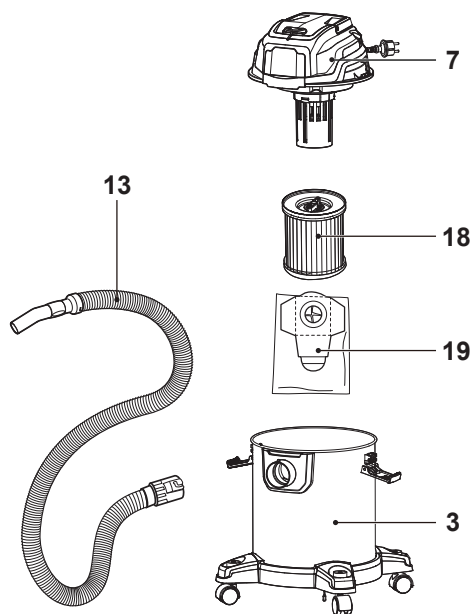

Fig. 3 Aspiración en seco y soplado
- con el filtro de polvo (18) y la bolsa de polvo (19) montados si va a aspirar en seco o soplar (Fig. 3),